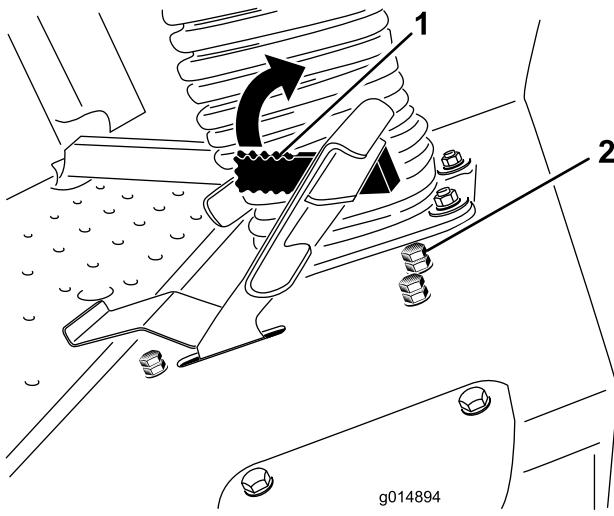

Bild 61
Der Hebel des Mähgeschwindigkeitsbegrenzers (Bild 61) kann nach vorne gekippt werden, um die Fahrantreibsgeschwindigkeit während des Betriebs zu begrenzen.
3. Lösen Sie die Klemmmutter an der Anschlagschraube des Mähgeschwindigkeitsbegrenzers (Bild 61).